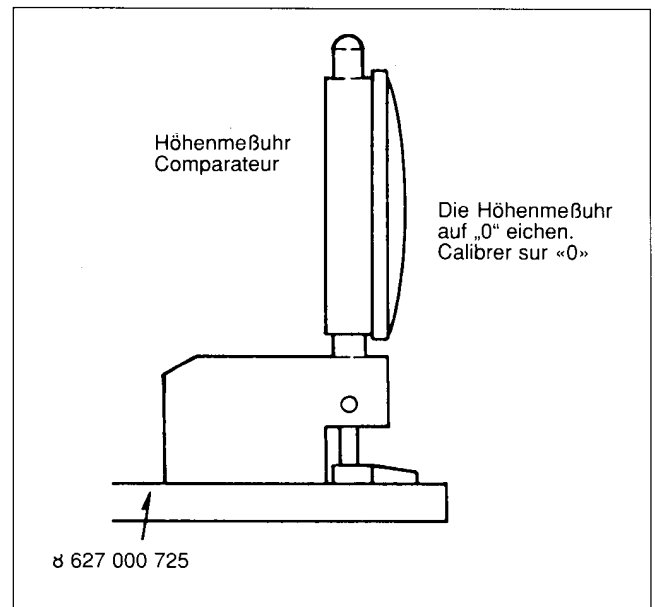

Fig. 44
4. Die Höhenmeßuhr auf die Einstellplatte stellen und auf "0" eichen. Fig. 44
4. Placer le comparateur sur le gabarit et le calibrer à »0«. Fig. 44